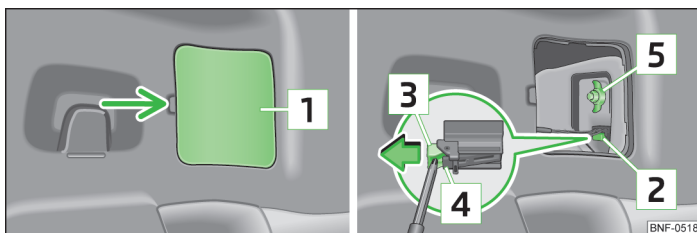

Fig. 131 Demontarea blocului optic spate
- » Basculăți capacul  » fig. 131, sub marginea inferioară a blocării  împingeți șurubelnița » pagina 141, *Trusa de scule* și trageți elementul de fixare de pe conectorul  în sensul săgeții.